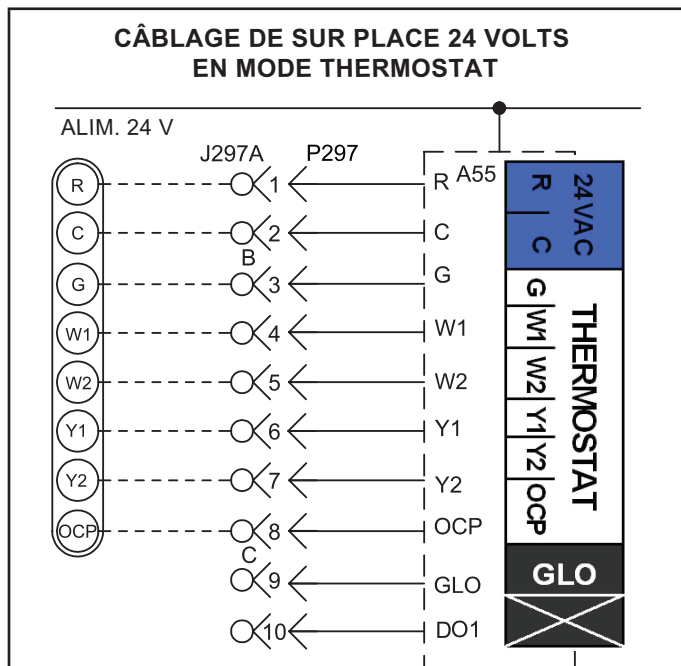
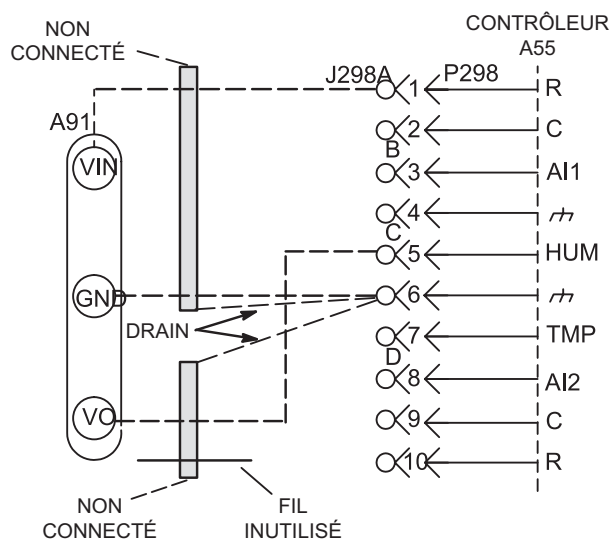
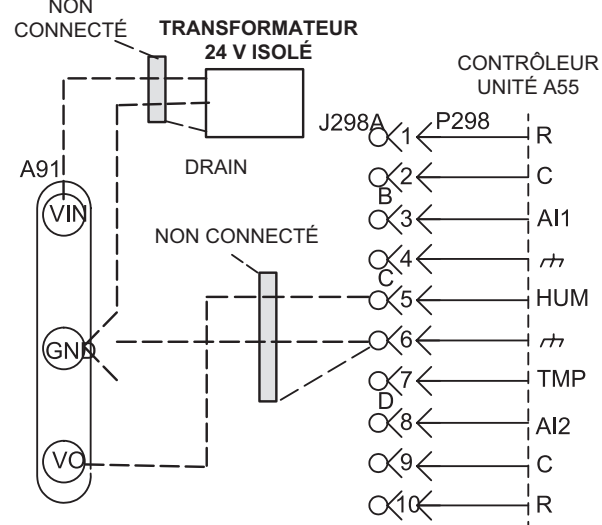

FIGURE 13
FIGURE 16
FIGURE 17
- 4 - Câbler comme indiqué à la FIGURE 13 pour les thermostats électromécaniques et électroniques. En cas d'utilisation d'autres dispositifs de contrôle de la température ou de systèmes de gestion de l'énergie, se reporter aux instructions et au schéma de câblage fournis par le fabricant.
- 2 - Effectuer les connexions électriques comme indiqué à la FIGURE 13 pour le mode thermostat ou à la FIGURE 14 pour le mode capteur de zone. En outre, connecter un capteur d'humidité ou une entrée de déshumidification. Se reporter à la FIGURE 16 ou FIGURE 17 pour le câblage du capteur d'humidité ou à la FIGURE 15 pour le câblage de l'entrée de déshumidification.
Utiliser deux câbles blindés séparés contenant des paires torsadées de 20 AWG minimum avec un blindage global. Belden type 8762 ou 88760 (plénium) ou équivalent. Connecter les deux fils de drainage du blindage du câble au contrôleur de l'unité comme indiqué à la FIGURE 16.
Utiliser deux câbles blindés séparés contenant des paires torsadées de 18 AWG minimum avec un blindage global. Belden type 8760 ou 88760 (plénium) ou équivalent. Connecter les deux fils de drainage du blindage du câble au contrôleur de l'unité comme indiqué à la FIGURE 16.
Utiliser un transformateur 24 VCA local et isolé tel que le Lennox (no. cat. 18M13) (20 VA minimum) pour alimenter le capteur d'humidité relative comme indiqué à la FIGURE 17. Utiliser deux câbles blindés contenant des paires torsadées de 20 AWG minimum avec un blindage global. Belden type 8762 ou 88760 (plénium) ou équivalent.